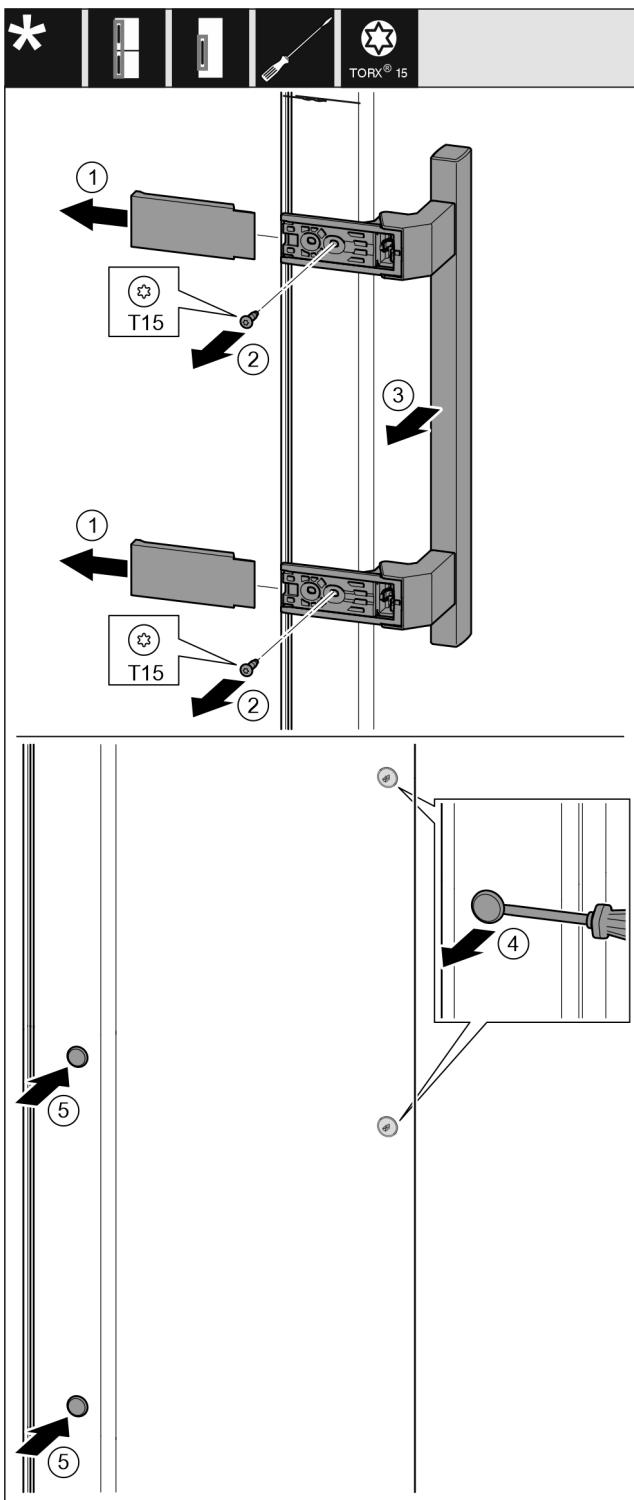

Fig. 17
- Stáhněte kryt. Fig. 17 (1)
- Šroubovákem T15 vyšrouubujte šrouby. Fig. 17 (2)
- Sejměte madlo. Fig. 17 (3)
- Postranní zátku opatrně nadzvedněte plochým šroubovákom a vytáhněte. Fig. 17 (4)
- Zátku opět vložte na druhé straně. Fig. 17 (5)